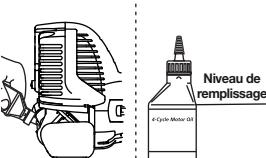

Fig. 25
**REMARQUE:** Mesurez la quantité nécessaire à l'aide de la bouteille et de la buse utilisées lors de la mise en service. 100 ml (3,4 oz) correspond environ au haut de l'étiquette de la bouteille (Fig. 25). Vérifiez le niveau d'huile avec la jauge. S'il est trop bas, ajoutez un peu d'huile par l'orifice et revérifiez. Ne remplissez pas trop (Fig. 25).